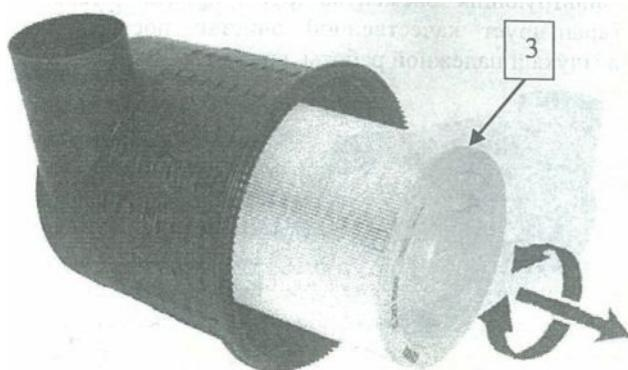

Рис. 2 Извлечение основного фильтрующего элемента
С помощью легких вращательных движений полностью отделите основной элемент (3) от внутренней опорной трубы (Рис.2)